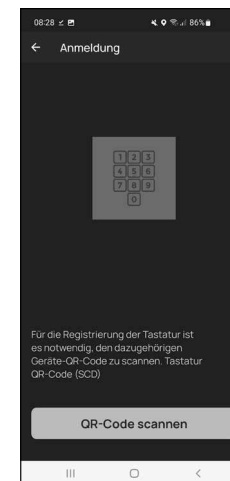

Fig. 7
- 9 Recibirá un mensaje que le pedirá escanear con la cámara de su teléfono móvil. el código QR del teclado que se adjunta. El código QR se encuentra en el adhesivo que acompaña al embalaje (Fig. 7).
- 10 Pulse «Escanear código QR» (Fig. 7). En caso necesario, se le pedirá que confirme el acceso a la App en la cámara.